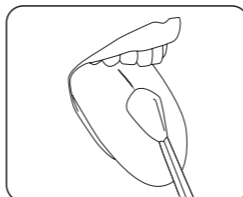

Рис.5.1
5.1. **Насадка для чистки языка** (рис.5.1) предназначена для мягкого снятия бактериального налета.